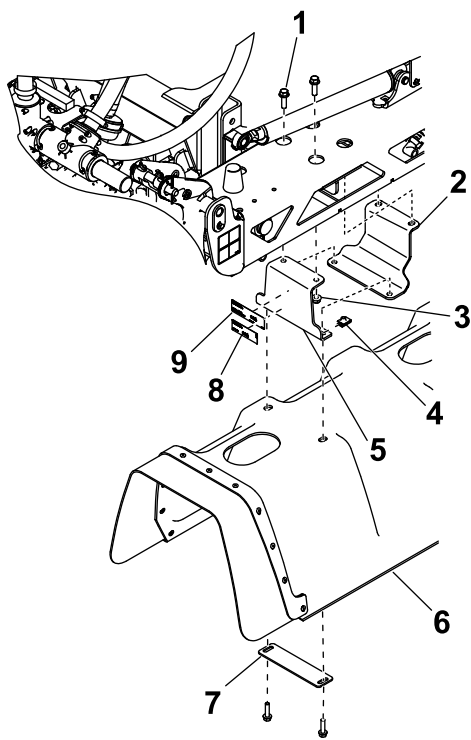

图8
将型号/序列号标贴和合规标贴贴在其中一个中央喷洒臂支架上如 图8 所示。
- 如 图8 所示用 2 个六角头螺栓 3/8 x 1-1/4 英寸和 2 个凸缘螺母 3/8 英寸将 2 个中央支架及喷洒臂安装板逐个安装到中央喷洒臂上。
2. 如 图8 所示用 4 个 U 形螺母、2 个垫片和 4 个六角头螺栓 5/16 x 1-1/4 英寸将中央护罩安装到中央喷洒臂支架上。